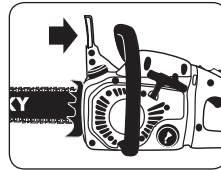

Abb. 7A
1. Kettenbremse ist entkuppelt (Kette kann sich bewegen), wenn der Bremshebel nach hinten gezogen und arretiert ist (Abb. 7A).